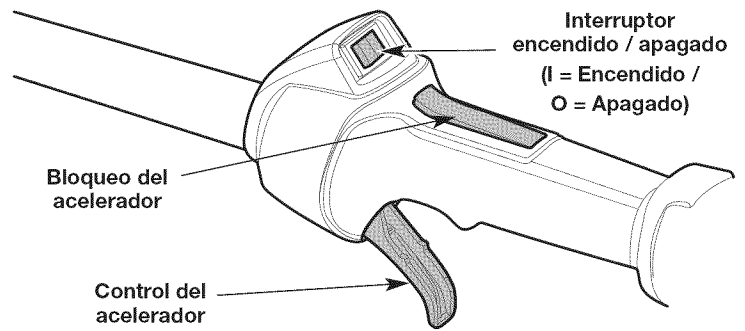

Fig. 9
NOTA: No hay necesidad de encender la unidad. El interruptor de Encendido/Apagado debe estar en la posición **Encendido (I)** en todo momento (Fig. 9).
NOTA: **NO** apriete el control del acelerador hasta el paso 8 (Fig. 9).
9. Oprima y mantenga apretado el bloqueo del acelerador (Fig. 9). Apriete el control del acelerador según sea necesario para el funcionamiento (Fig. 9).
2. Oprima y no suelte el interruptor de control de Encendido y Apagado en la posición **Apagado (O)** hasta que el motor se detenga por completo (Fig. 9).
NOTA: NO apriete el control del acelerador hasta el paso 10 (Fig. 9).
11. Oprima y mantenga apretado el bloqueo del acelerador (Fig. 9). Apriete el control del acelerador según sea necesario para el funcionamiento (Fig. 9).